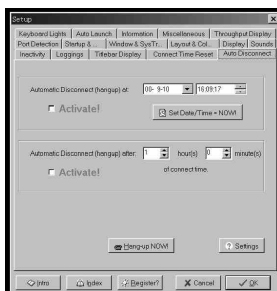

图 8
9. Auto Disconnet:这个类别的功能和许多网络辅助软件差不多, 即对我们上网的时间加以限制, 防止过久泡网(图 8)。这里面有两个 Activate!, 第一个是在指定的时间断开连接, 比如每天晚上 8:00; 第二个 Activate! 是在连接时间超过设置时间后断开, 建议选择此项, 然后设置每次上网的最长时间, 这样一旦上网时间超出, 该软件就会自动断开连接。